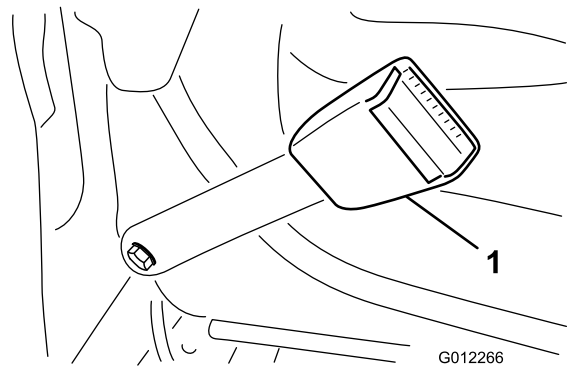

Figura 6
1. Montate l'estremità di ciascuna metà della cinghia del sedile nei fori nella parte posteriore del sedile con 2 bulloni (7/16" x 1"), rondelle piane (7/16") e rondelle di bloccaggio (7/16") (Figura 6).